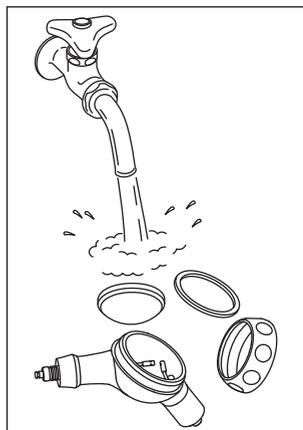

Fig. 20
3) Limpe o pó Perio-Mate que tiver aderido ao interior do conjunto pulverizador/tampa com água corrente. (Fig. 20)